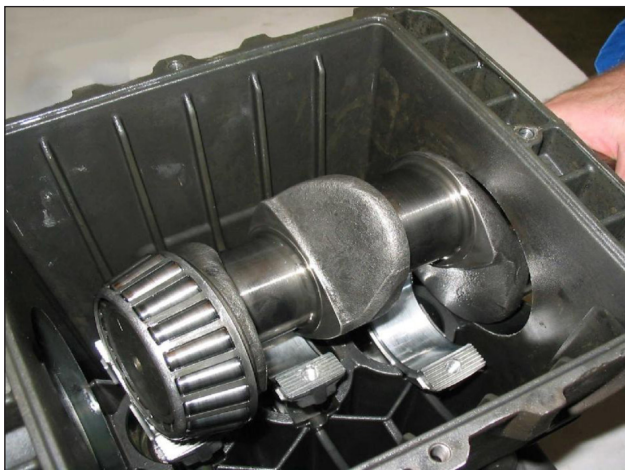

图4
- 将活塞导承与相应连杆向前推，方便抽出泵轴的一侧，如图4所示。